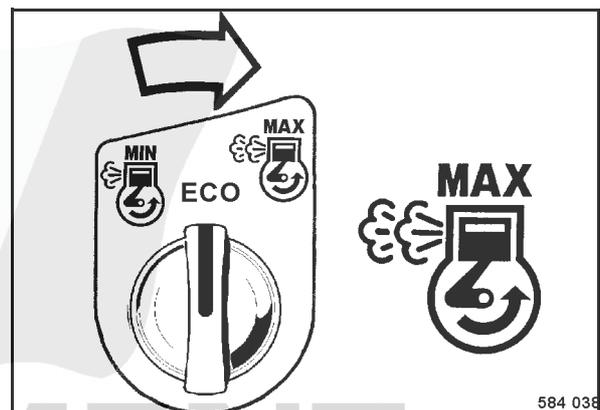

fig. 139
- Positionner l'interrupteur rotatif de réglage du régime (fig. 139) dans la zone de lancement sur „ECO“ ou „MAX“.